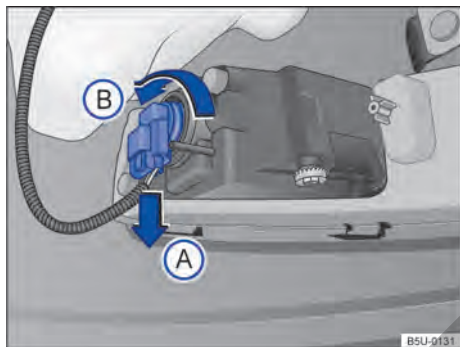

Fig. 179 Detrás del paragolpes delantero: acceso a la lámpara incandescente del farol de neblina.
2. Desencajar el conector de alimentación de la lámpara → fig. 179 en el sentido de la flecha (A), y presionar, al mismo tiempo, la traba de fijación del conector.
3. Girar el portalámparas → fig. 179, en el sentido antihorario de la flecha (B), y desencajarlo del alojamiento.